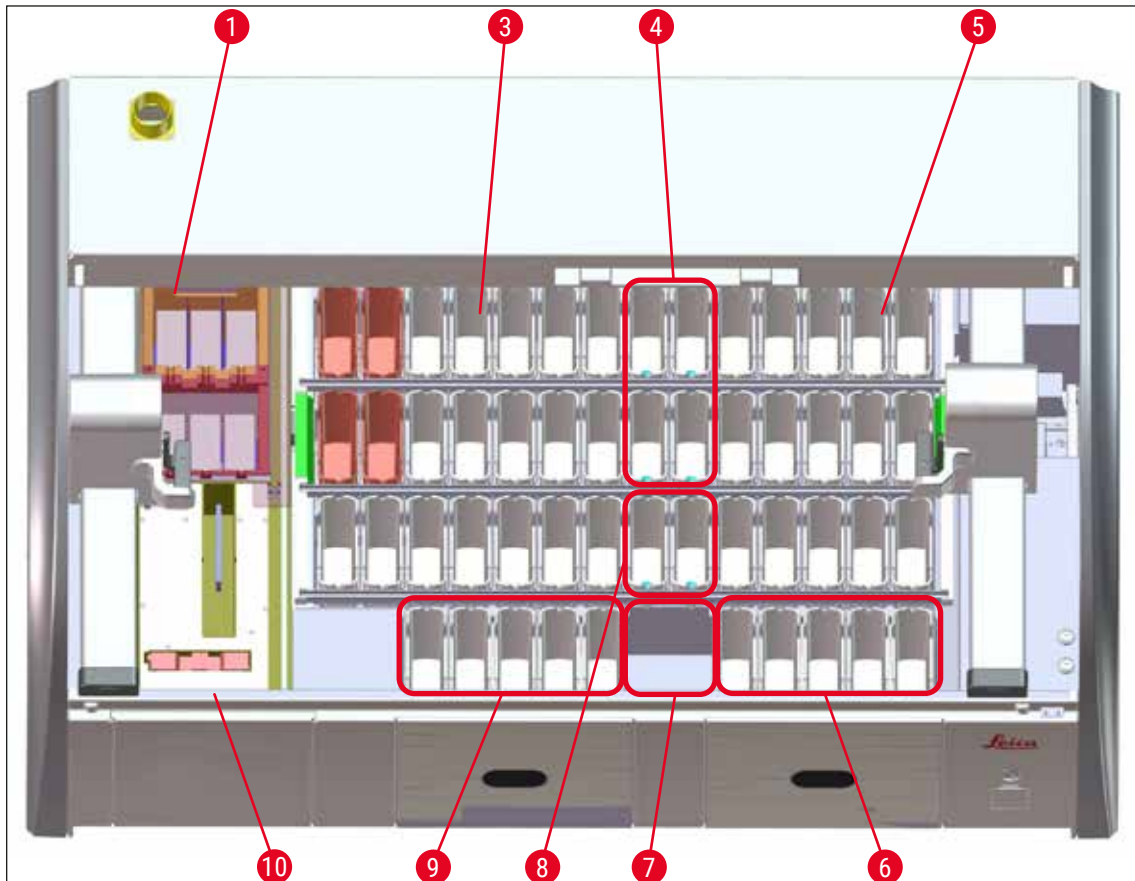

Abb. 65
- Duplizierte Stationen müssen sich auf derselben Seite des Küvettenfeldes (→ "Abb. 40") (→ "Abb. 65") befinden, sonst lässt sich die Anpassung der Badbelegung nicht speichern.
- (→ "Abb. 65") zeigt einen Überblick über die verschiedenen Stationen im Küvettenfeld.